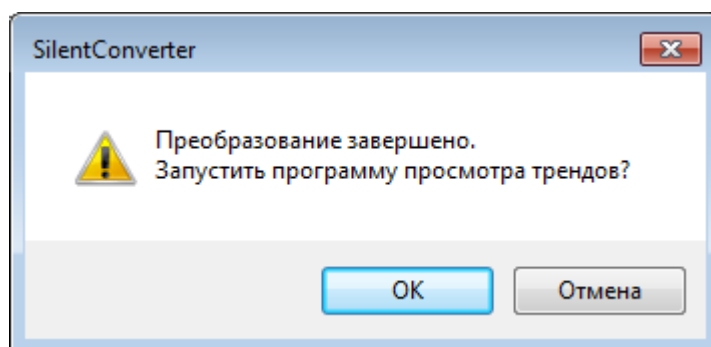

Рис. 5.3 Окно с предложением запуска «ZETTrends»
6. По окончании преобразования файлов появится окно (Рис. 5.3) с предложением запуска программы «ZETTrends» для просмотра записанных сигналов.